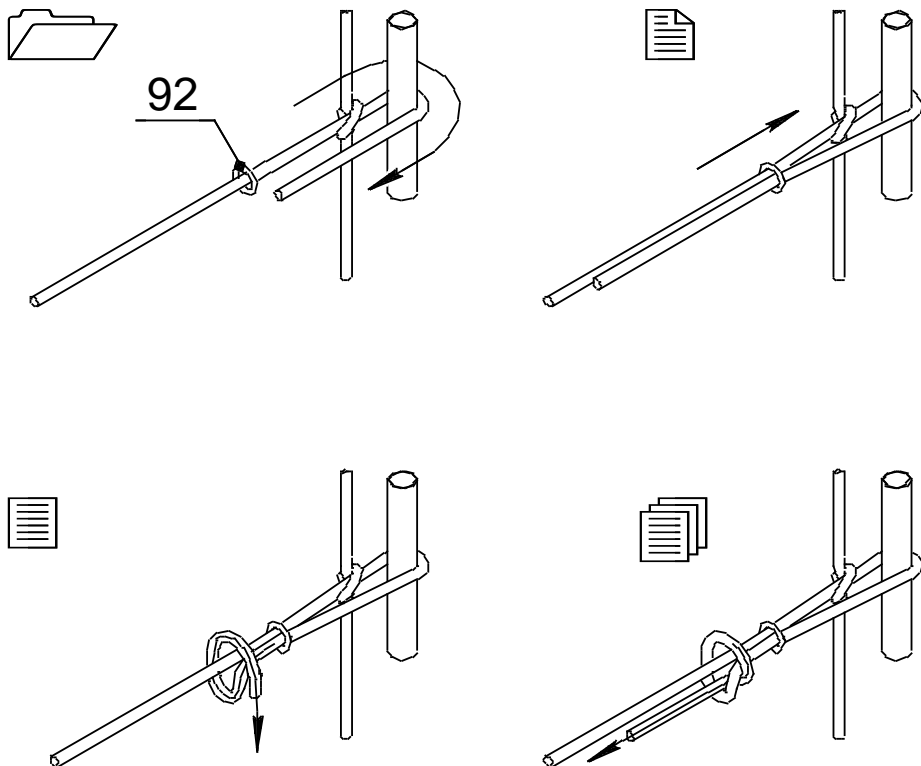

Рис.3 Схема крепления горизонтальных плетей сетки лаза
- G. Закрепить горизонтальные плети сетки лаза (рис.3).